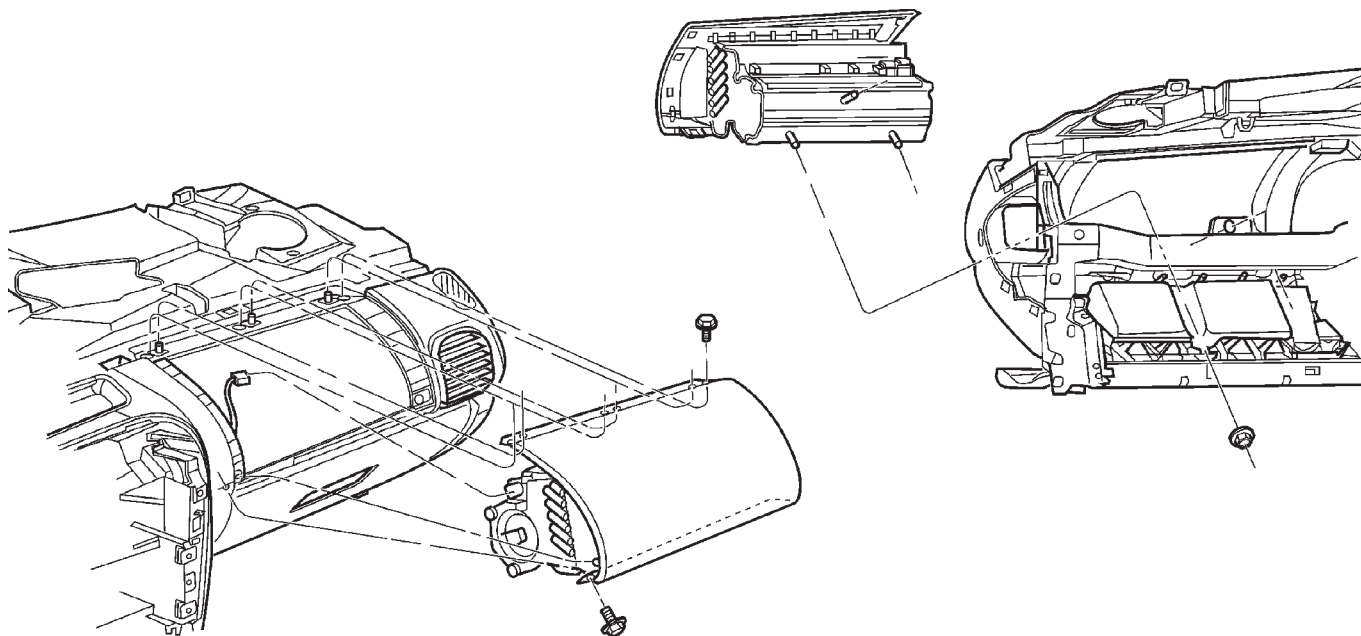

Fig. 10 DESMONTAJE E INSTALACION DEL AIRBAG DEL ACOMPAÑANTE
- (1) Desconecte y aisle el cable negativo de la batería.
- (2) Antes de retirar un módulo sin desplegar, espere un minuto para que se descargue el condensador de reserva del sistema.
- (3) Retire la cubierta superior del tablero de instrumentos. Consulte Carrocería, Tablero de instrumentos, Cubierta superior del tablero de instrumentos, Desmontaje.
- (4) Retire los tres tornillos de la puerta de la guantera y retire la puerta del tablero de instrumentos.
- (5) Retire los tres tornillos de la cubierta del airbag del acompañante que la fijan a la parte superior del tablero de instrumentos (Fig. 10).
- (6) Retire los dos tornillos de la cubierta del airbag del acompañante que la fijan a la parte frontal inferior del tablero de instrumentos.
- (7) Retire las tres tuercas de fijación del airbag de la estructura de apoyo.
- (8) Levante el airbag hasta que aparezca el conector de cables y desconecte del airbag el conector de 4
(2) Cierre la puerta sobre el módulo del airbag plegado y aplique cinta adhesiva en la puerta cerrada.
(3) Desconecte y aisle el cable negativo de la batería.
(4) Retire la cubierta superior del tablero de instrumentos. Consulte Carrocería, Tablero de instrumentos, Cubierta superior del tablero de instrumentos, Desmontaje.
(5) Retire los tres tornillos de la puerta de la guantera y retire la puerta del tablero de instrumentos.
(6) Retire los tres tornillos de la cubierta del airbag del acompañante que la fijan a la parte superior del tablero de instrumentos (Fig. 10).
(7) Retire los dos tornillos de la cubierta del airbag del acompañante que la fijan a la parte frontal inferior del tablero de instrumentos.
(8) Retire las tres tuercas de fijación del airbag de la estructura de apoyo.
(2) Instale las tres tuercas de fijación del airbag en la estructura de apoyo. Apriete las tres tuercas de retención del módulo con una torsión de 22 a 34 N·m (200 a 300 lbs. pulg.).
(3) Instale los dos tornillos de la cubierta del airbag del acompañante que la fijan a la parte frontal inferior del tablero de instrumentos. 2 N·m (20 lbs. pulg.) de torsión.
(4) Instale los tres tornillos de la cubierta del airbag del acompañante que la fijan a la parte superior del tablero de instrumentos (Fig. 10). 2 N·m (20 lbs. pulg.) de torsión.
(5) Instale la puerta sobre el tablero de instrumentos e instale los tres tornillos a la puerta de la guantera. 2 N·m (20 lbs. pulg.) de torsión.
(6) Instale la cubierta superior del tablero de instrumentos. Consulte Carrocería, Tablero de instrumentos, Cubierta superior del tablero de instrumentos, Instalación.